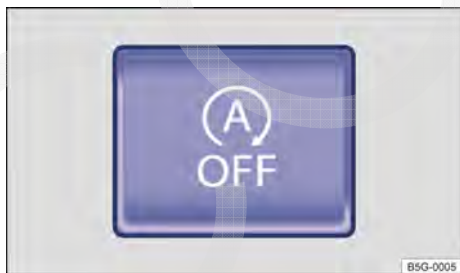

Fig. 147 Na parte inferior do console central: botão do sistema Start-Stop.
- Pressionar o botão  na parte inferior do console central → Fig. 147, para desligar o sistema. Com o sistema Start-Stop desativado, a luz de controle se acende no botão.
- Pressionar novamente o botão  na parte inferior do console central → Fig. 147 para religar o sistema.